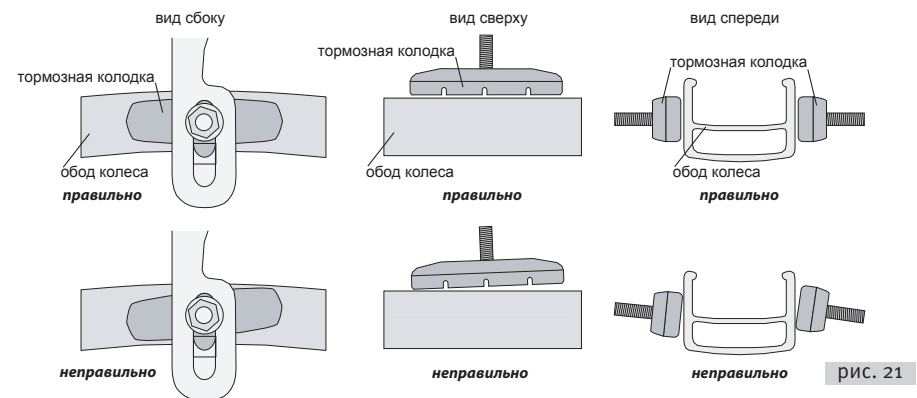

рис. 21
- 3.8.1. Установите тормозные колодки таким образом, чтобы тормозная поверхность колодки была параллельна тормозной поверхности обода и располагалась точно посередине (рис. 21).